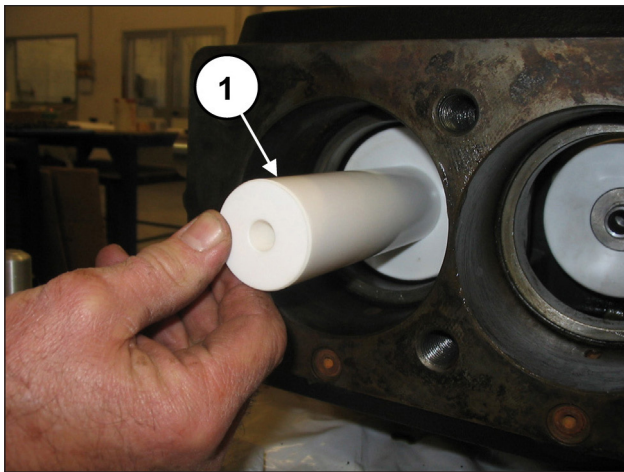
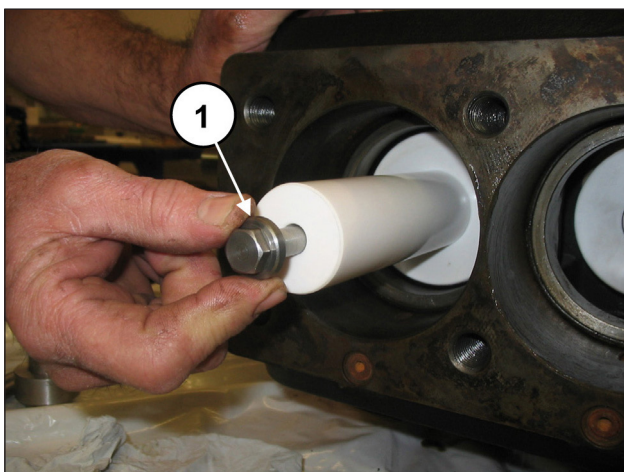

Рис. 165
Рис. 166
Установите поршни на соответствующие направляющие (поз. ①, Рис. 165) и закрепите их согласно поз. ①, Рис. 166.